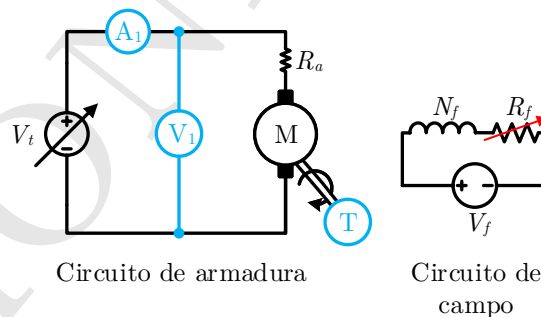

Figura 1: Motor conectado con excitación separada. Se deben tomar lecturas de I_a y V_t .
1. Armar el circuito mostrado en la Figura 1. El arreglo es un motor con excitación separada con un amperímetro en serie con la fuente y un voltímetro a través de sus terminales.